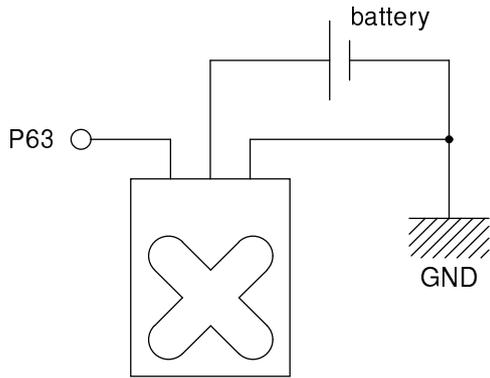
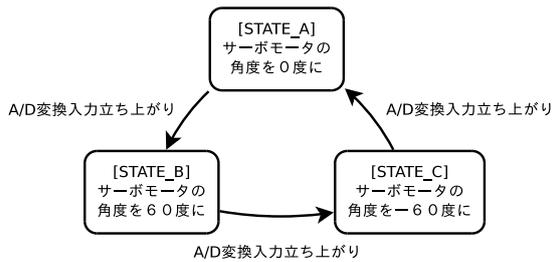
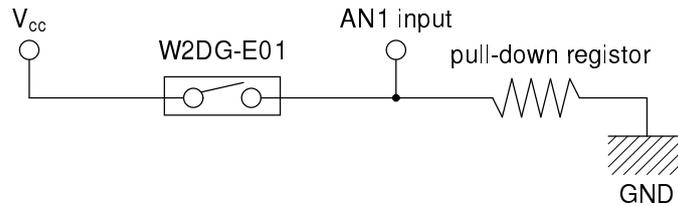

Fig. 1: R/C サーボの接続例
Fig. 5: サンプルプログラムの状態遷移図
Fig. 8: 磁気センサ接続例
この R/C サーボは駆動電圧が 4.8[V] 以上であり、本マイコンの電源電圧では足りず、外部電源を用いないと駆動させることができない。R/C サーボ S3003 の接続例を Fig. 1 に示す。
複雑なプログラムを作成するひとつの方法として、プログラムに「状態」を導入するという手法がある。これは、プログラムに状態を与え、内部あるいは外部のイベントによって状態が遷移していくことによりプログラムの挙動を表現しようというものである。その状態の遷移とイベントとの関係を表したものが状態遷移図であり (Fig. 5 参照)、状態遷移の様子を容易に把握することができる。
**課題 1** : SS2tutorial3Aservo は A/D 変換の入力端子に接続させた磁気センサが反応したら (入力電圧がしきい値を超えたら) 状態が遷移し、サーボの角度を変化させるプログラムであるが、まだ未完成である。Fig. 5 の状態遷移図のように振舞うプログラムになるよう、SS2tutorial3Aservo/SS2tutorial3Aservo.c を修正せよ。修正が完了したら TA のチェックを受け、実際に R/C サーボと磁気センサを Fig. 1, Fig. 8(図やテクニカルマニュアルでは AN1 と記載されているが、マイコンボードには AN2 と記載されていることに注意) のように接続して動作を確認せよ。磁気センサの繋ぎ方については Tutorial2A の資料を参照してもらいたい。